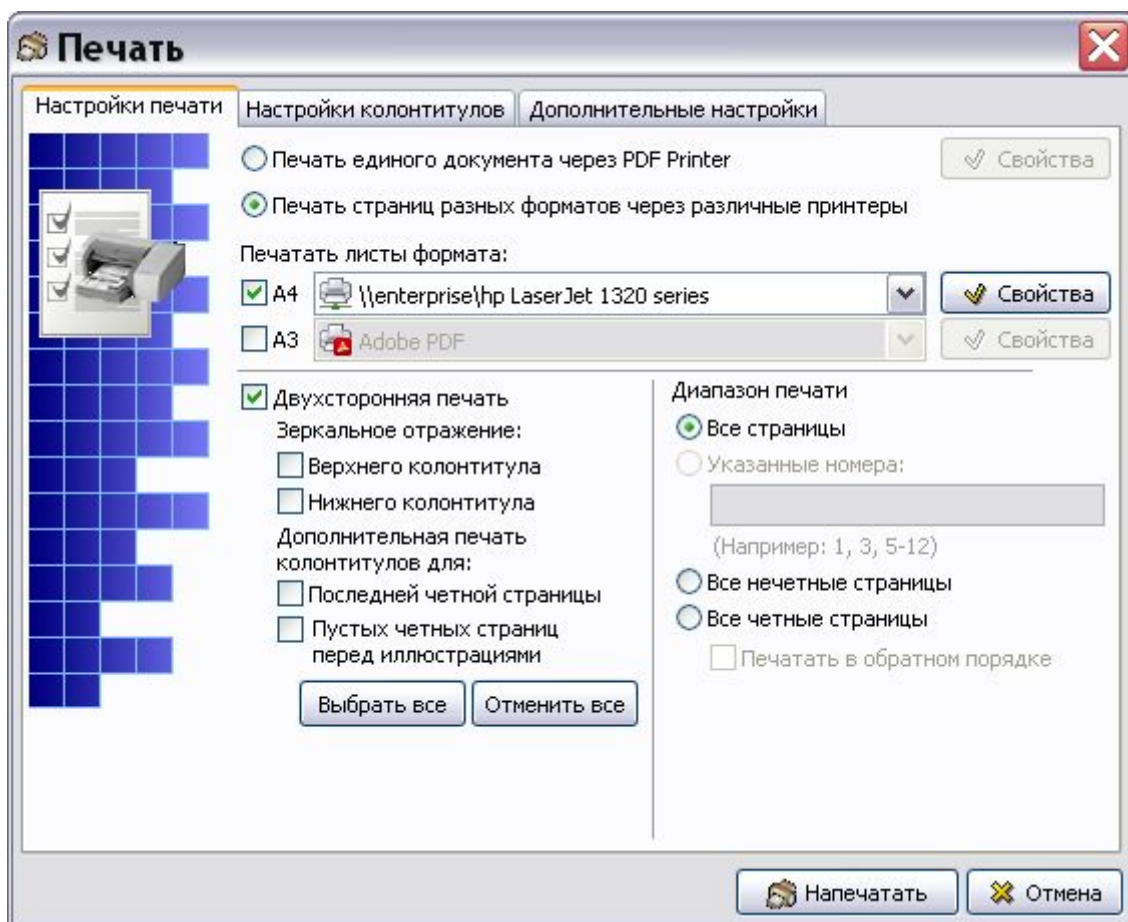

Рис. 8.117
9. В нижней части окна **Пакетная печать** нажмите на кнопку . После этого откроется диалоговое окно **Печать** (Рис. 8.117).